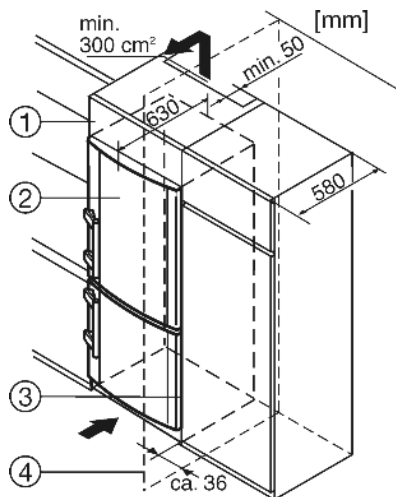

Fig. 12
- (1) Дополнительный шкафчик
- (2) Устройство
- (3) Кухонный шкаф
- (4) Стенка
Устройство может быть окружено предметами кухонной обстановки. Чтобы уравнивать устройство *Fig. 12 (2)* по высоте с кухонной стенкой, можно установить над устройством соответствующий дополнительный шкафчик *Fig. 12 (1)*.
При комбинировании с обычными кухонными шкафами (глубина макс. 580 мм) устройство можно установить непосредственно рядом с кухонным шкафом *Fig. 12 (3)*. Дверца устройства выступает по сторонам на 34 мм и по центру устройства на 50 мм относительно передней стенки кухонного шкафа. Поэтому ее можно свободно открывать и закрывать.
Если устройство установлено на шарнирах у стены *Fig. 12 (4)*, то расстояние между устройством и стеной должно быть не менее 36 мм. Настолько выступает ручка при открытой дверце.